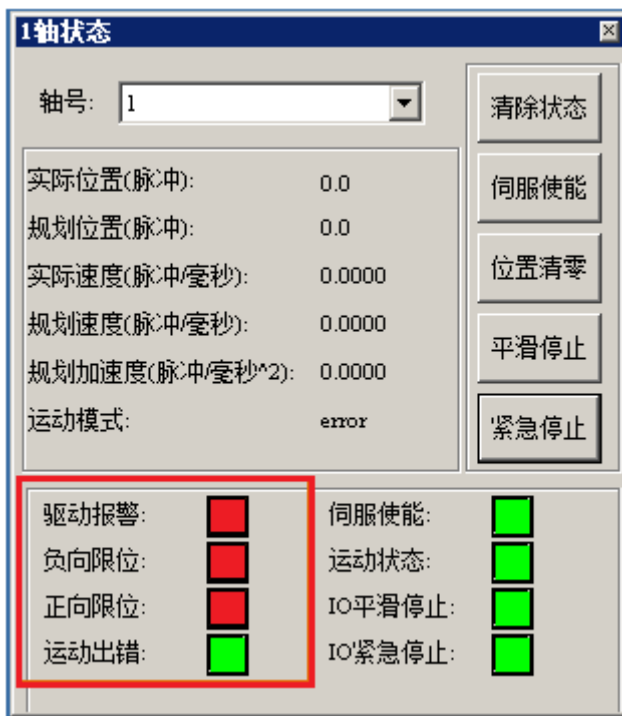
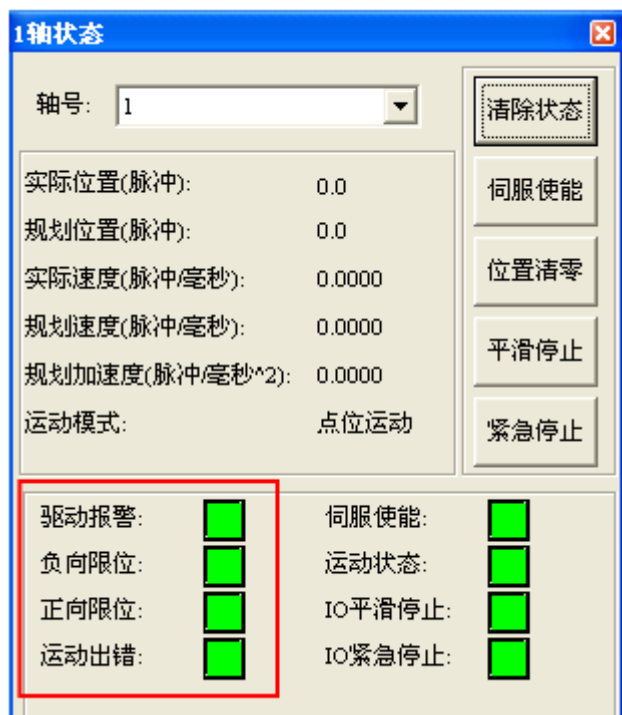

图 4-12 轴状态对话框
图 4-13 轴状态对话框
- (1) 首先，以“4.3.3”设置完“脉冲模式”后，写入控制器状态。然后，点击主界面菜单“视图”->“轴轴状态”，将会弹出状态显示模块对话框。若控制器刚复位完，轴 1 状态如图 4-12 所示；若将“4.3.3”设置写入了控制器，使报警无效，并点击“伺服使能”，轴 1 状态如图 4-13 所示。（注：可以同时启动 4 个轴状态显示对话框。对话框的“轴号”下拉列表可以选择控制轴号，选择后，对话框的标题将显示对应信息）。
- (2) 图 4-12、图 4-13 轴状态对话框中显示的是当前轴的一些运动参数，从上至下分别为“实际位置”-“规划位置”-“实际速度”-“规划速度”-“规划加速度”。
- (3) 下边的框中状态标志以对应图标的颜色表示不同的状态，绿色代表该标志位没有触发，红色代表该标志位已经触发。